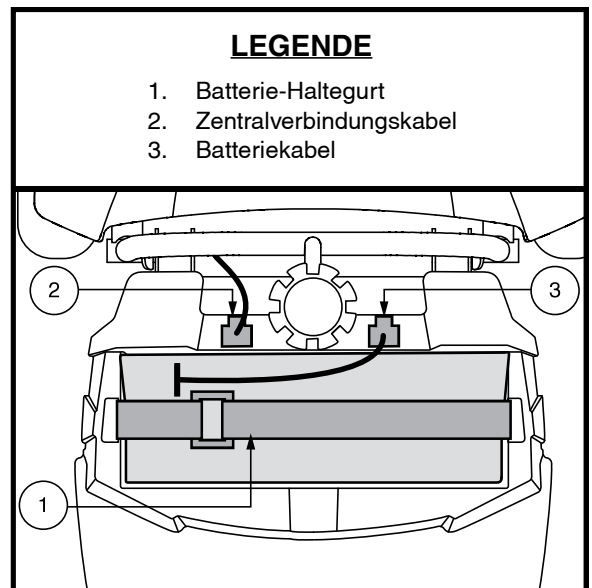

Abb. 24. Batterie-Haltegurt
1. Trennen Sie das Batteriekabel ab und entnehmen das Batteriepack aus dem Elektromobil. **Siehe Abb. 24.**